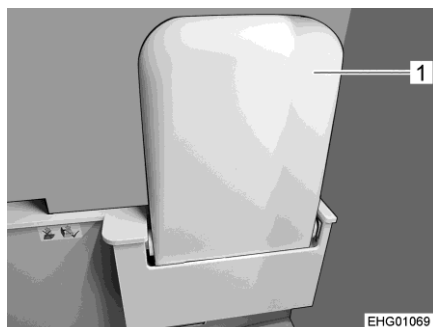

Bild 108 Tvättställ (uppfällt)
- Ta tag i framkanten på tvättstället (Bild 108,1) och fäll upp mot väggen tills det fixeras magnetiskt.